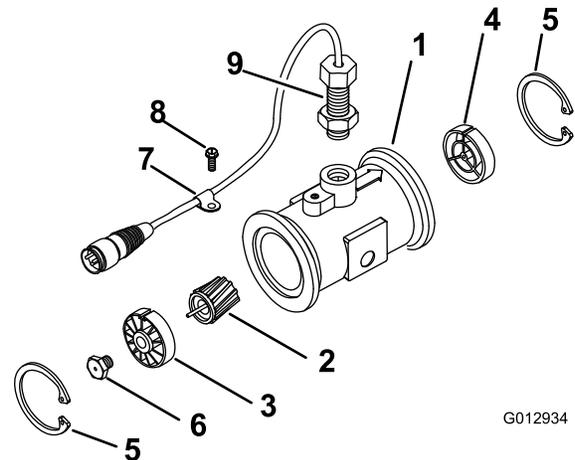

Figura 54
3. Retire o anel de retenção do lado superior (Figura 54).